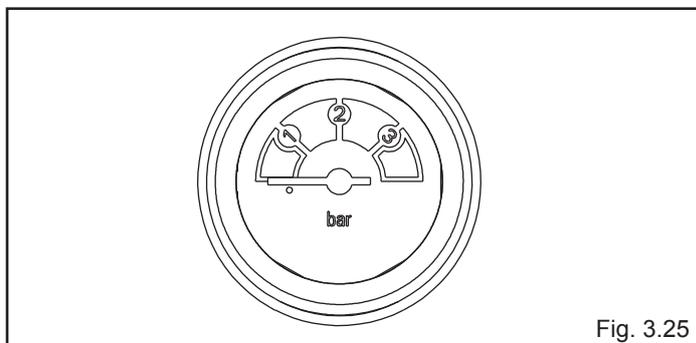

Fig. 3.25
- aprire il rubinetto di riempimento (**C**) fino a che la pressione indicata sull'idrometro sia compresa tra **1 bar e 1,5 bar** (fig. 3.25),